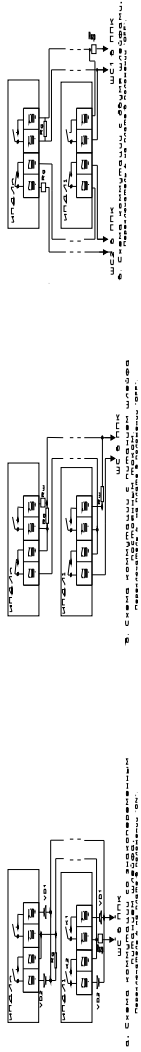

Рис.5 Схемы коммутации сигналов шлейфов. (Положение ключей в режиме НОРМА).
- переключатель «4» в положение "ON" – при питании шлейфа знакопеременным напряжением. В этом случае дополнительно устанавливаются диоды VD1, VD2 в соответствии со схемой, приведенной на рис.5а;
– переключатель «4» в положение "OFF" - при питании шлейфа постоянным напряжением, в соответствии со схемами, приведенными на рис.4, рис. 5 б,в приложения.
Примечание. При знакопеременном питании необходимо установить два дополнительных диода VD1, VD2 (КД 522 или аналогичные) в соответствии с рис.5 а.